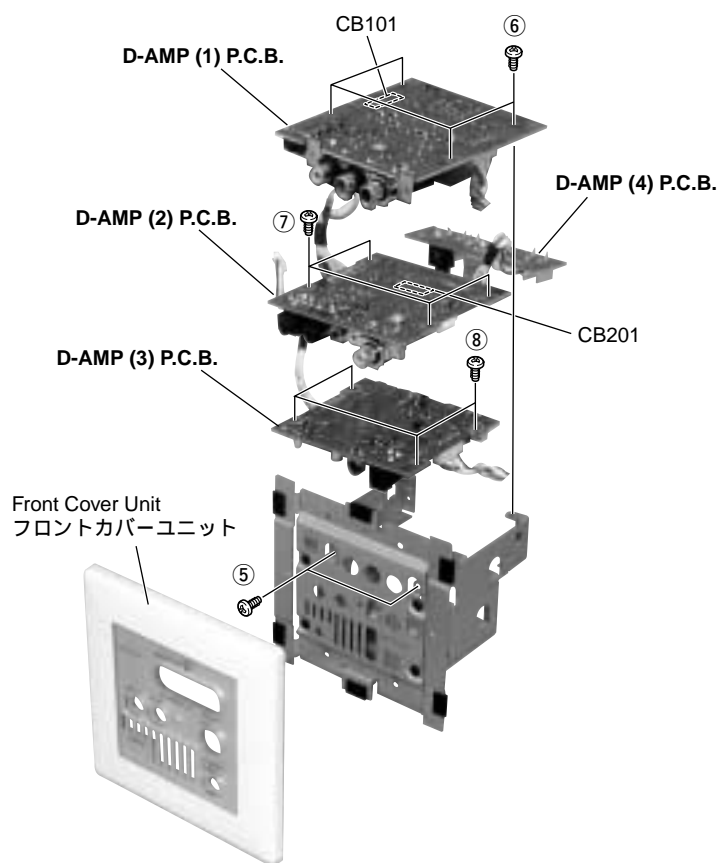

Fig. 3
- b) Remove 2 screws marked [⑤] and 4 screws marked [⑥]. (Fig. 3)
- c) Lift D-AMP (1) P.C.B.
- d) Remove CB101. (Fig. 3)
- e) Remove 4 screws marked [⑦]. (Fig. 3)
- f) Lift D-AMP (2) P.C.B. and D-AMP (4) P.C.B.
- g) Remove the CB201. (Fig. 3)
- h) Remove the D-AMP (2) and (4) P.C.B. (Fig. 3)
- i) Remove 4 screws marked [⑧]. (Fig. 3)
- j) Remove D-AMP (1) P.C.B. and D-AMP (3) P.C.B. (Fig. 3)
3. D-AMP(1) (2) (3) (4) P.C.B.の外し方
- a) フロントカバーユニットを外します。(Fig.3)
- b) ⑤のネジ2本、⑥のネジ4本を外します。(Fig.3)
- c) D-AMP(1) P.C.B.を持ち上げます。
- d) CB101を外します。(Fig.3)
- e) ⑦のネジ4本を外します。(Fig.3)
- f) D-AMP(2) (4) P.C.B.を持ち上げます。
- g) CB201を外します。(Fig.3)
- h) D-AMP(2) (4) P.C.B.を取り外します。(Fig.3)
- i) ⑧のネジ4本を外します。(Fig.3)
- j) D-AMP(1) (3) P.C.B.を取り外します。(Fig.3)